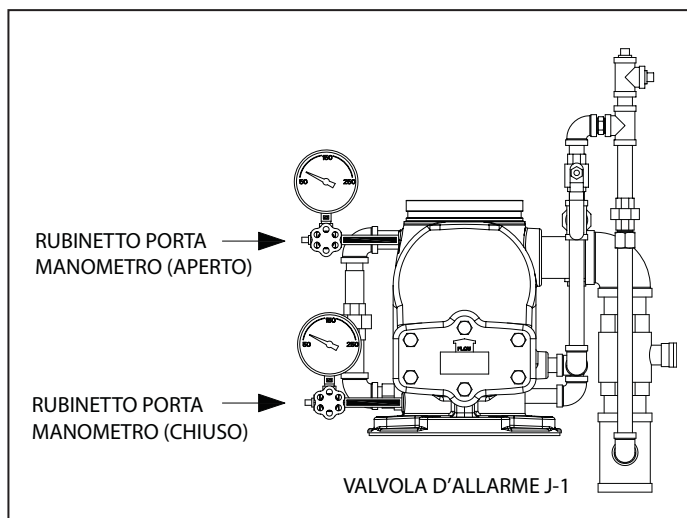

Figura 32
3. Il rubinetto porta manometro è aperto (figura 32).